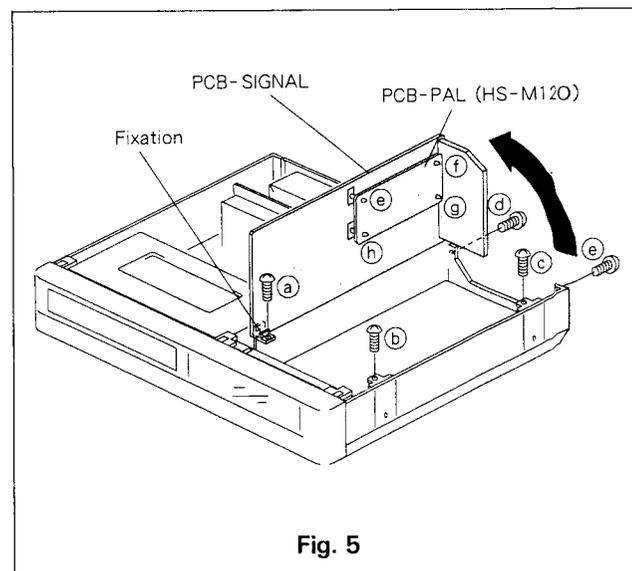

Fig. 5
- Dévisser les cinq vis de (a) à (e) comme le montre la Fig. 5.
- Positionner la platine signal dans les encoches du chassis comme le montre la Fig. 5. Les platines signal et contrôle sont alors accessibles.
- Débloquer les quatre supports (f) à (i) qui maintiennent la platine PAL comme montré en Fig. 5.